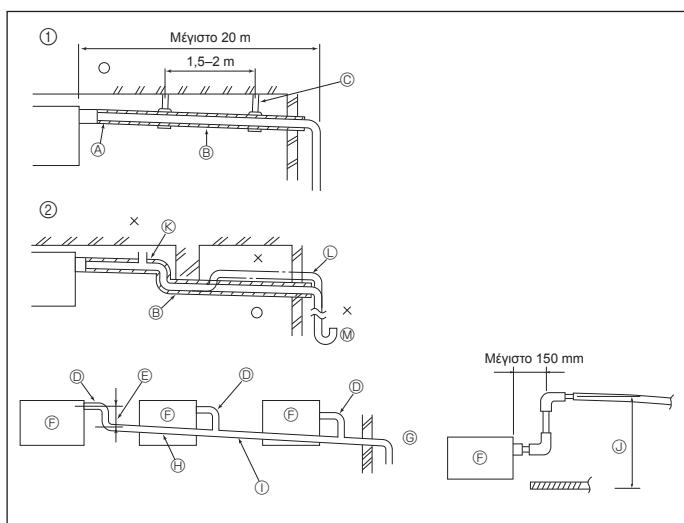

Fig. 6-1
6.1. Εργασίες Σωληνώσεων Αποχέτευσης (Fig. 6-1)